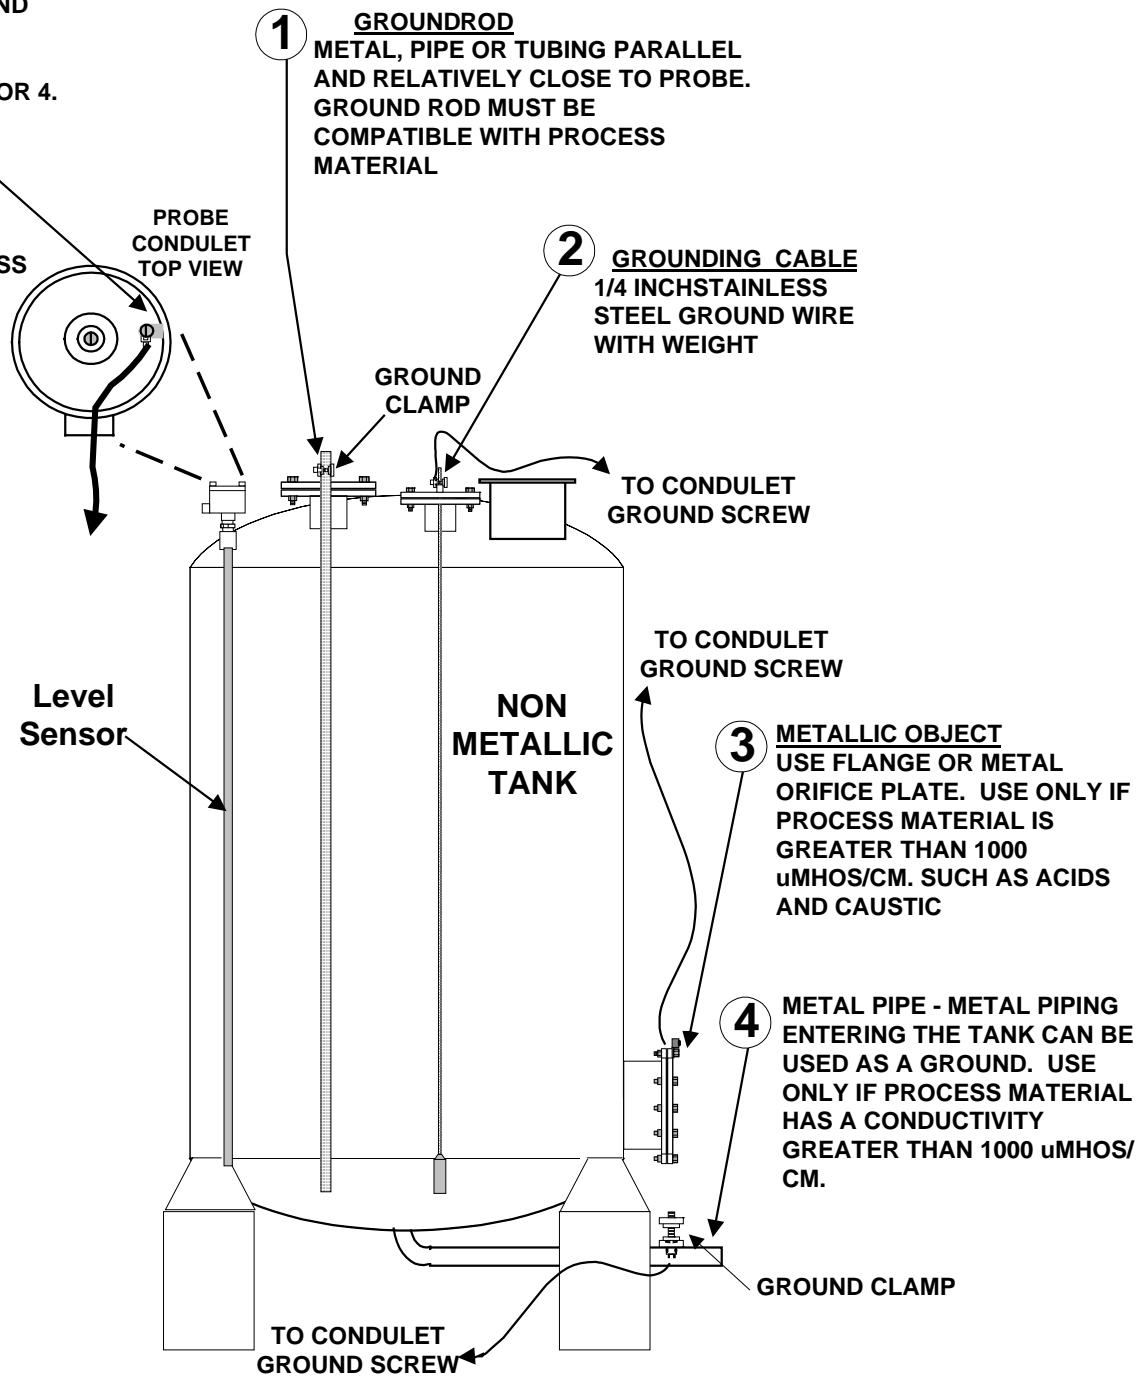

Figura 2-6
G. Para tanques no metálicos y que no tienen elementos sensores Drexelbrook conectados a tierra, elija una de las recomendaciones que se muestran en la figura 2-6.